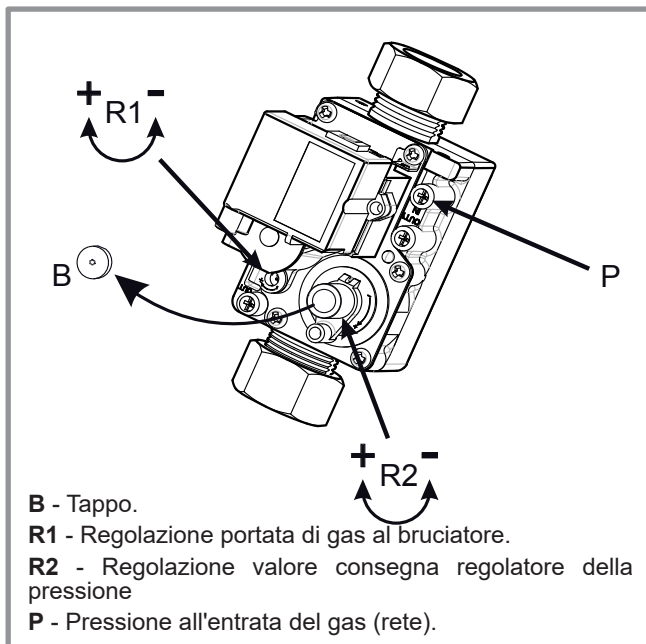

figura 51 - Valvola gas VGU86 S
- Se necessario, regolare il livello di CO₂ modificando la portata di gas al bruciatore (vedere riferimento R1, figura 51).
- Se necessario, regolare lentamente il valore del regolatore della pressione (vedere riferimento R2 figura 51).